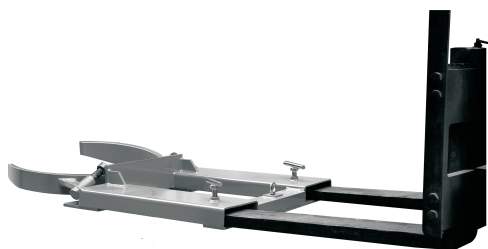

Figura 2
2. Deslice lentamente las horquillas en los huecos para horquilla. Asegúrese de comprobar que los pernos "T" (incluidos excepto 21VG39) se desenrosquen lo suficiente para permitir que las horquillas entren en los huecos. Conduzca las horquillas en la medida de lo posible. (Figura 2) Precaución: No utilice extensiones de horquilla.